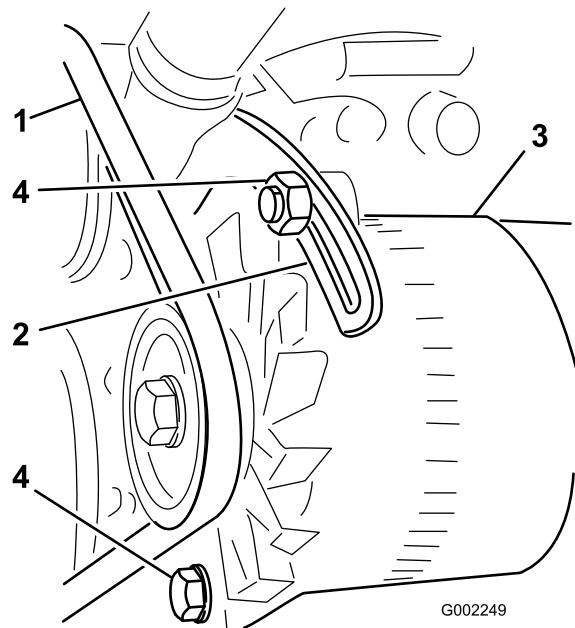

図 106
3. オルタネータのピボット部にあるボルト、およびオルタネータをブレースのスロットに固定しているボルトをゆるめる(図 106)。